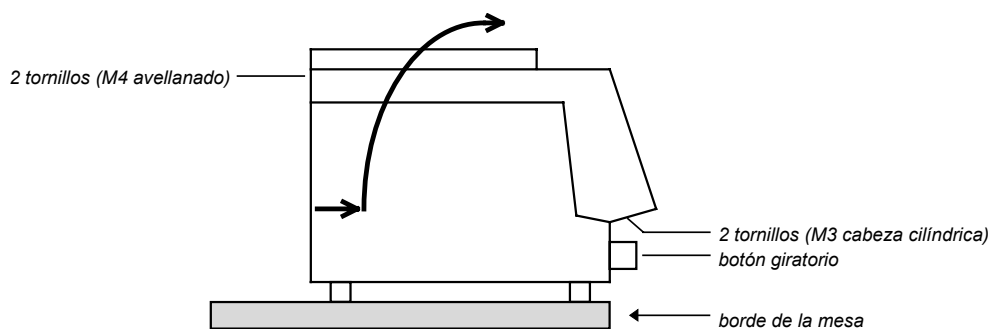

Fig. 7
- Coloque el aparato sobre el canto de la mesa de forma que se puedan quitar los tornillos M3 (Fig. 7).